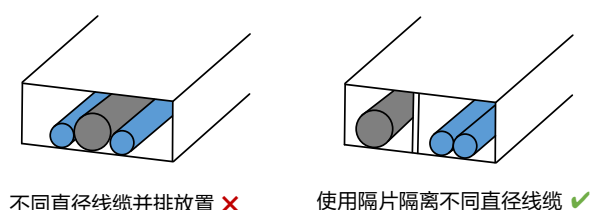

图5-2 隔片分离隔离
- 同一链轨内，若存在不同粗细直径的线缆，外径小的线缆容易被外径大的线缆挤压到底部，此时需使用隔片进行分类隔离，如图5-2所示。